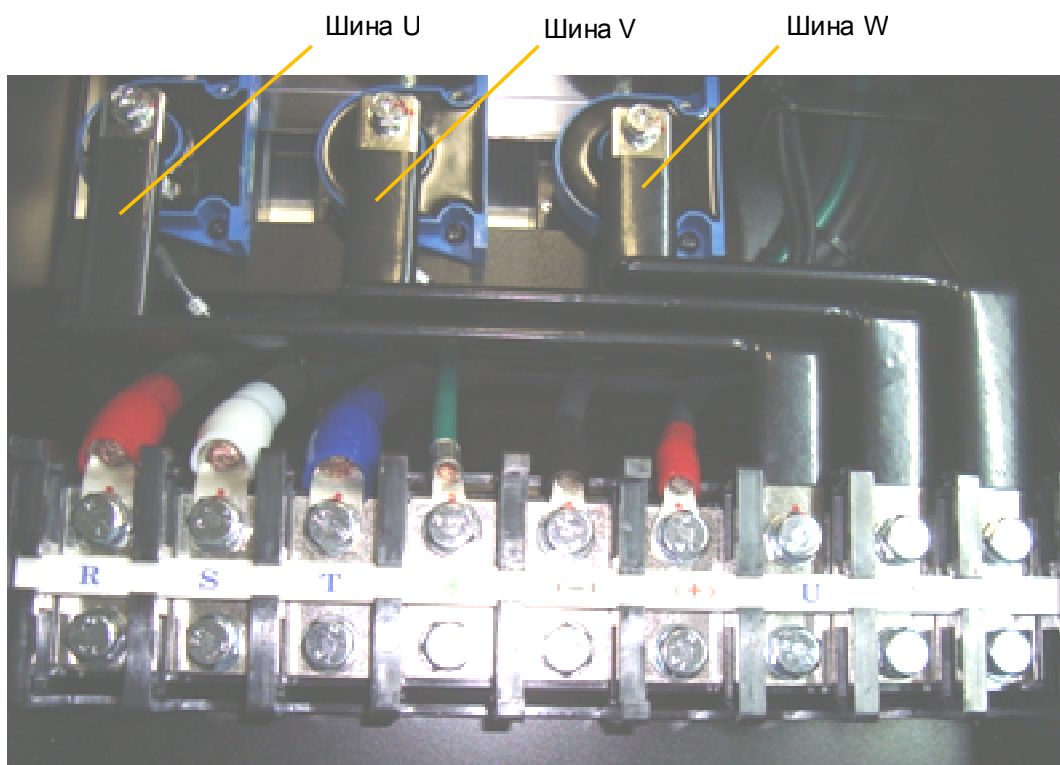

Рис. 7.18
7.12.3. Закрутить (рис. 7.18):